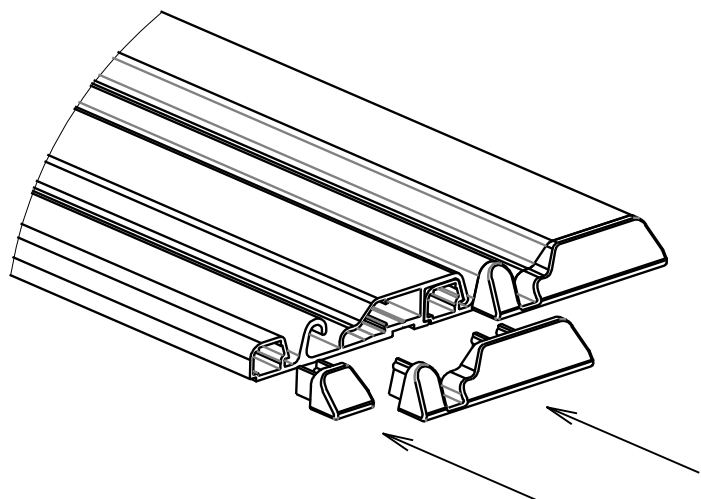

Bild 401
4.1. Endkappen (Teil Nr. 40 und 41) der Schienen (Bild 401) installieren.